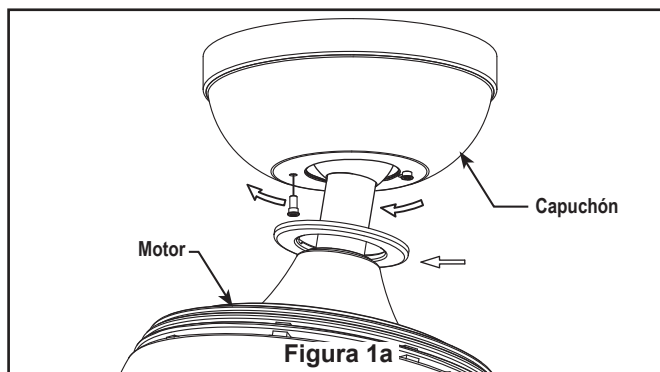

Figura 1a
1. Retire uno de los dos tornillos de reborde de la abrazadera para colgar. Afloje el segundo tornillo de reborde sin retirarlo del todo. Ensamble la base girando el chavetero de la base sobre el tornillo de reborde de la abrazadera para colgar. Presiones ligeramente e incline el motor para tener más espacios para fijar los tornillos del hombro. Ajuste el tornillo de reborde. Ensamble por completo el segundo tornillo de reborde que antes había retirado y ajústelo. (Figura 1a)